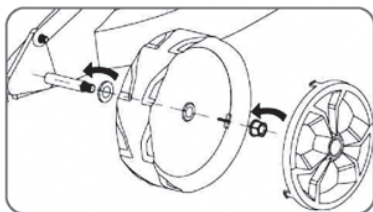

Рисунок 3. Схема встановлення транспортувальних коліс.
6. Встановити на передню та задню осі корпусу газонокосарки передні й задні колеса, зафіксувати колеса на осях за допомогою кріпильних виробів з комплекту виробу та закрити декоративними ковпаками (рис. 3). Переко-натися в надійності фіксації коліс.